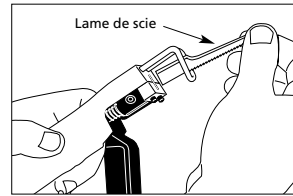

Figure 5
4. Tirer la lame de scie du corps de la scie avec soin telle qu'indiqué sur la Figure 5.